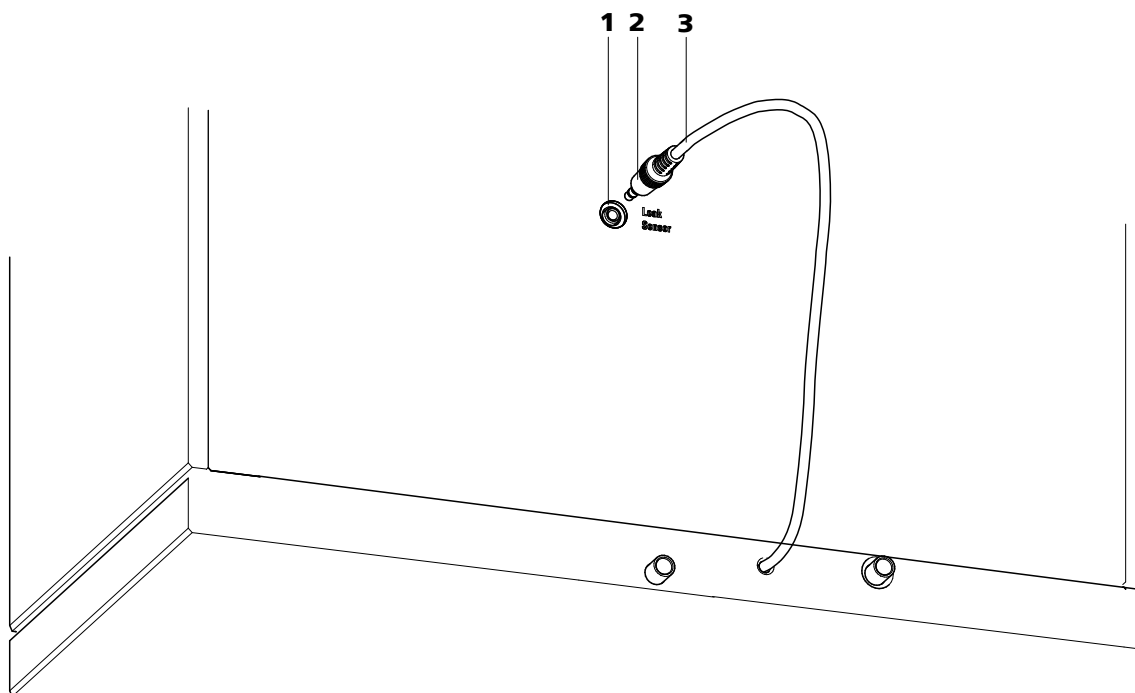

Abbildung 10 Anschluss des Lecksensors an der Geräterückseite
- 1 Lecksensor-Anschlussstecker (10-2) in die Lecksensor-Anschlussbuchse (10-1) auf der Geräterückseite (siehe Abbildung 10, Seite 31) einstecken.